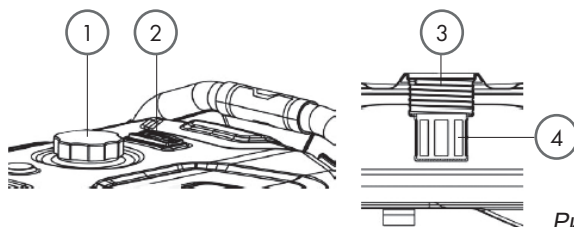

Рис. 10
- Проверить показания индикатора уровня топлива (2) (рис. 10).
- Если уровень топлива низкий, снять крышку топливного бака (1).
- Проверить сетчатый фильтр (4). Если сетчатый фильтр загрязнён, очистить его (см. пункт «Очистка крышки топливного бака и сетчатого фильтра» в разделе «Техническое обслуживание»).
- После заправки топливом установить крышку топливного бака (1).
- **Запрещается заправлять топливный бак выше линии заполнения (3) (см. рис. 10).**